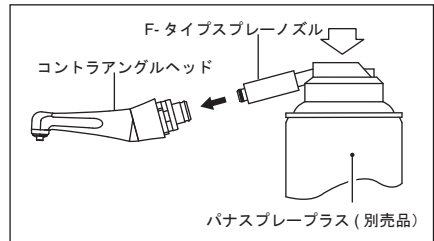

図 8
- 2) スプレーノズルをコントラアングルヘッド後部へ挿し込み、コントラアングルヘッドを押さえて、コントラアングルヘッド先端よりオイルが出るまで2～3秒スプレーします。注油は先端から異物等の汚れが出なくなるまで繰り返し行います。(図8)